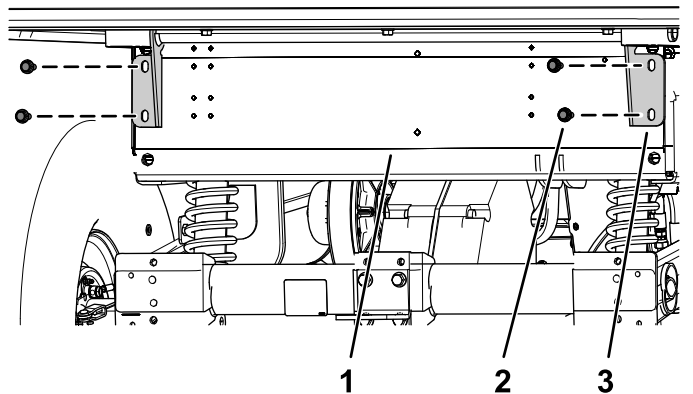

Figura 5
7. Rimuovete i 4 bulloni a testa flangiata ( $\frac{3}{8}$ " x 1") che fissano le staffe con cerniera del pianale di carico al profilato del telaio posteriore della macchina (Figura 5).
3. Rimuovete i 4 bulloni a testa flangiata (3/8" x 1") che fissano le staffe con cerniera del pianale di carico al profilato del telaio posteriore della macchina (Figura 5).